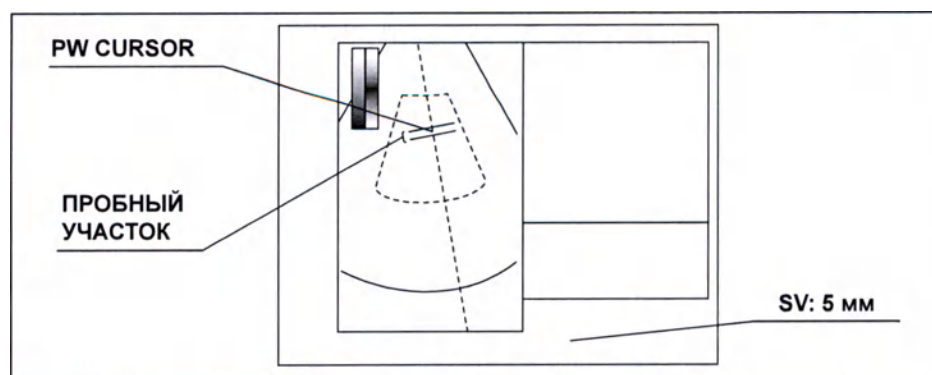

Рисунок 7.121
- В окне исследования отображается значение ширины пробного участка (SV). (см. рис. 7.121)